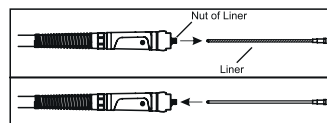

Figura 10: Remover A Bicha E Inserir Nova
- Desaperte a porca da bicha que se encontra no lado do conector da tocha e remova a bicha existente. Depois de inserir a nova bicha, aperte firmemente a porca (Figura 10).